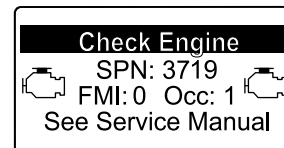

Figura 59
- Se è necessaria una rigenerazione di recupero, viene visualizzata un'avvertenza motore nell'InfoCenter SPN 3719, FMI 16 (Figura 59) e il computer riduce la potenza del motore all'85%.